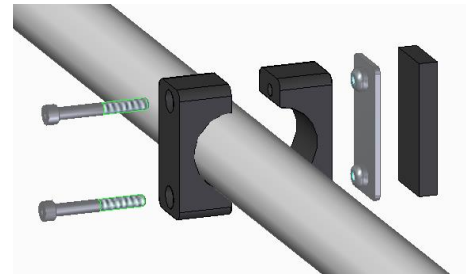

Abbildung 3
Zum Schutz vor Kollision zwischen Tür und Fahrradträger kann ein zusätzlicher Anschlag (7) am fahrzeug-näheren Querrohr mit zwei Zylinderschrauben M6x50 montiert werden (Abb. 3).